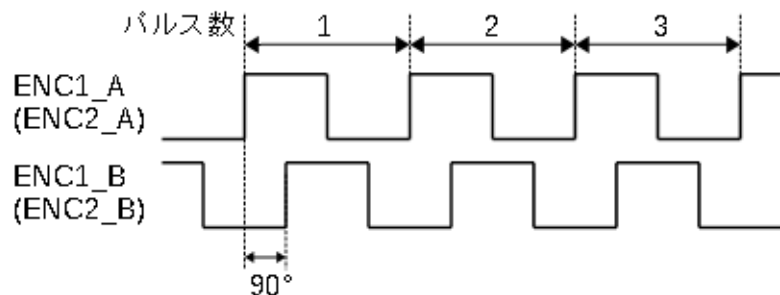

図3-10 インクリメンタル・エンコーダからの入力信号
インクリメンタル・エンコーダからの出力はSE2Lのエンコーダ入力にそれぞれ接続します。エンコーダからの信号A相、B相の組み合わせは、速度方向により2つのパターンになります。図3-10のように、速度方向によってずれ方が異なります。①の場合、B相がA相より90°進んでおり、A相の立ち上がり時にB相が”H”になっている速度方向が「正（前進）」になります。②の場合、B相がA相より90°遅れておりA相の立ち上がり時にB相が”L”になっている速度方向が「負（後進）」になります。このようにして速度方向（進行方向）の判別を行う事ができます。
①速度方向: 正(前進)の場合
②速度方向: 負(後進)の場合